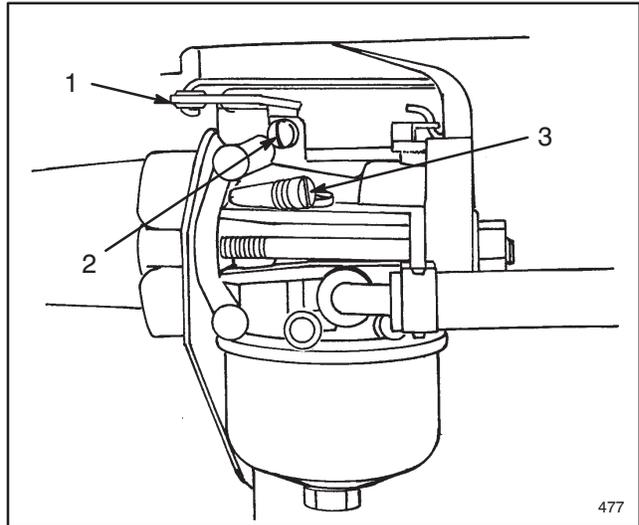

Abbildung 14
1. Das Leerlaufmischungsventil durch vorsichtiges Drehen im Uhrzeigersinn soweit drehen, bis es sich **soeben** schließt (Abb. 14). Ein zu festes Drehen kann zu Schäden führen.
4. Die Drossel (Abb. 14) im Uhrzeigersinn drehen und gegen die Leerlaufeinstellschraube (Abb. 14) drücken, während die Leerlaufschraube soweit gedreht wird, bis 1750 U/min. erreicht werden.